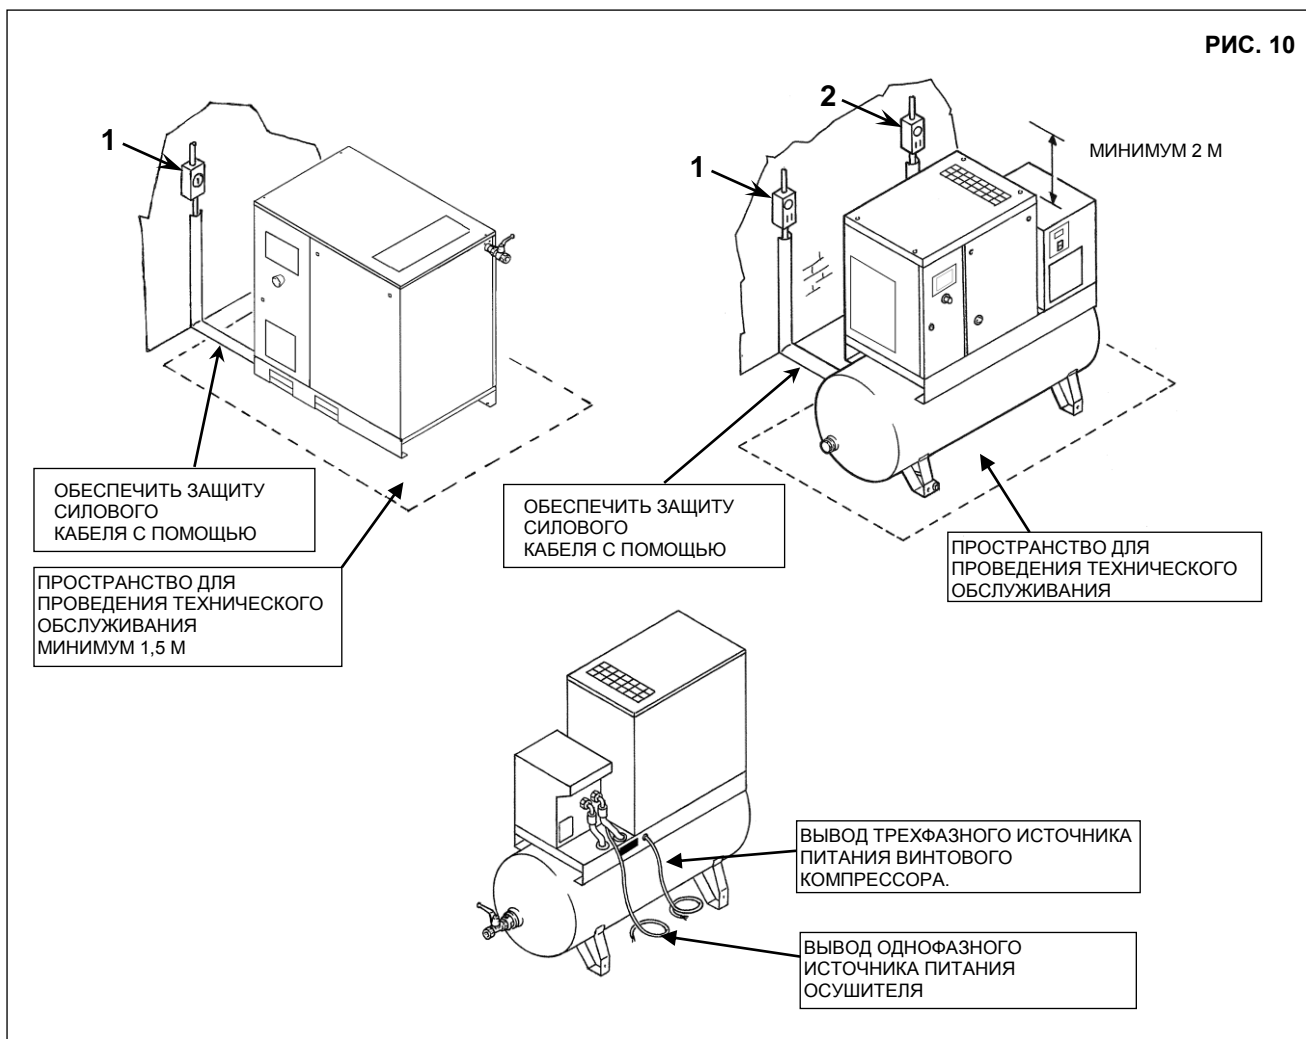

РИС. 10
- убедитесь, что вокруг установки присутствует свободное пространство, достаточное для выполнения технического обслуживания (см. рис. 10).
Установите ручной отсекающий клапан, поз.1, Рис. 10А между установкой и сетью сжатого воздуха для отключения подачи воздуха в компрессор при выполнении технического обслуживания.
Из маслоприемника необходимо слить конденсат поз. 2 Рис. 10А (вручную) в соответствии с действующими местными нормами.
Ручной слив конденсата (поз. 3, Рис.10А), автоматический слив конденсата (поз. 4, Рис. 10а) расположены снаружи установки и подключены гибкими трубками, которые можно проверить. Слив должен соответствовать требованиям местных действующих нормативных актов.